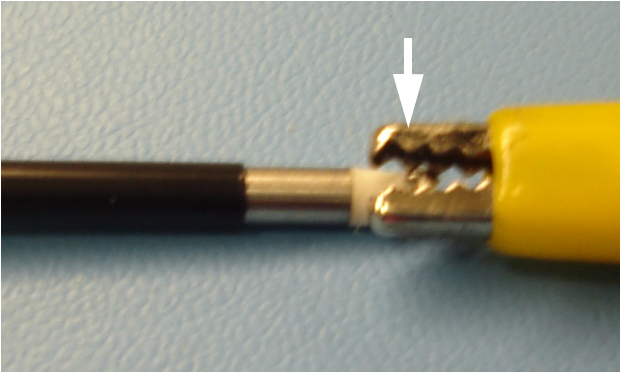

图 4
7. 将电外科手术分析仪的有效输入测试导联连接至 SERFAS 能量探头的有效输出上（参见图 4）。